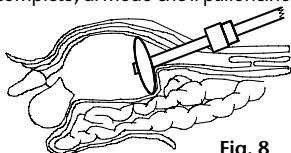

Fig. 8
- Quindi retrarre leggermente lo strumento completo, di modo che il palloncino venga posizionato saldamente all'interno intorno all'apertura di accesso. In questa posizione, sbloccare il fermo con l'ausilio della leva di bloccaggio, farlo avanzare distalmente fino alla cute e, sempre con la leva di bloccaggio, bloccarlo nuovamente nella posizione finale (Fig. 8).